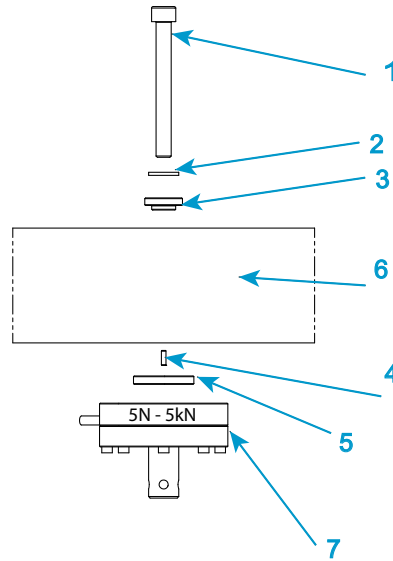

Figura 17. Instalación de una célula de carga de la serie 2530: capacidad de 5 N a 5 kN
Leyenda de Figura 17
1. Consulte Figura 17 en la página 77 y su leyenda relacionada.